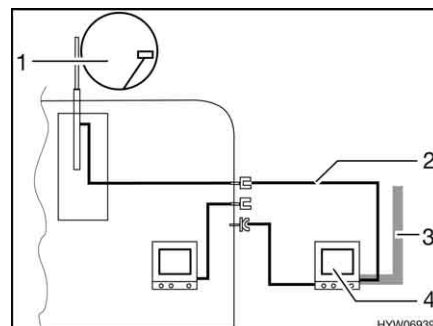

Fig. 187 TV nella tenda veranda
- TV nella tenda veranda (Fig. 187,4): Collegamento all'antenna del tetto (Fig. 187,1) con cavo di collegamento (Fig. 187,2)
- TV nella tenda veranda (Fig. 187,4): Collegamento a antenna esterna (Fig. 187,3)